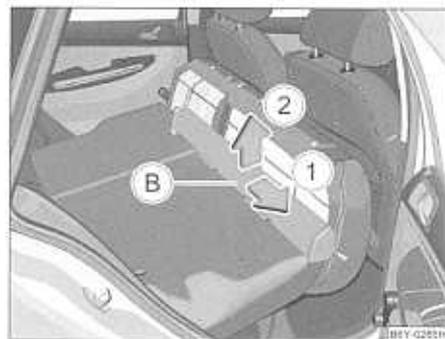

Fig. 61 Asientos de atrás: Caja de la red divisoria
- Desplace la caja de la red divisoria (B) ⇒ fig. 61 en el sentido de la flecha (1) y sáquela del alojamiento del respaldo de asiento trasero en el sentido de la flecha (2).